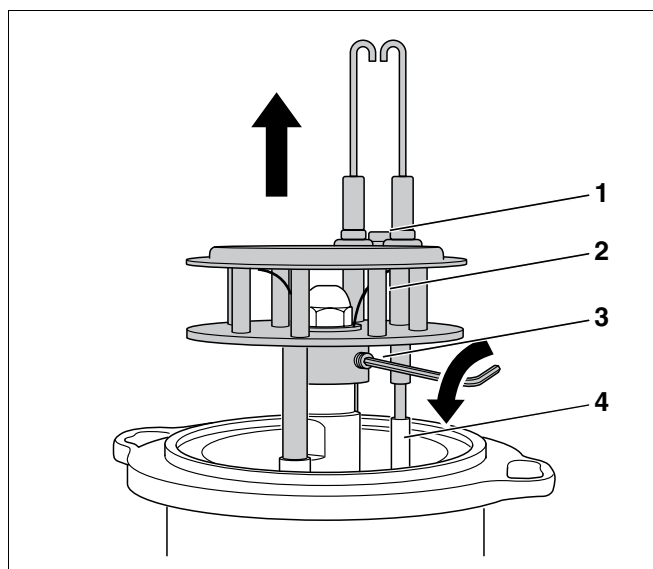

Fig. 28 Demontarea sistemului de amestec
- Se slăbește (Fig. 28, **Poz. 1**) șurubul dintre electrozii de aprindere.
- Se îndepărtează conductele de (Fig. 28, **Poz. 4**) aprindere.
- Se slăbește (Fig. 28, **Poz. 3**, pagina 33) știftul filetat și se demontează (Fig. 28, **Poz. 2**, pagina 33) sistemul de amestec.
- Se îndepărtează pe sus (Fig. 28, **Poz. 2**, pagina 33) sistemul de amestec.